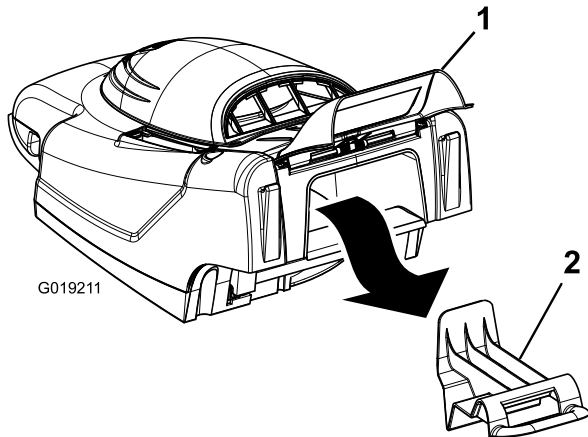

Figura 14
1. Levante la tapa trasera y retire el tapón de mulching (Figura 14).